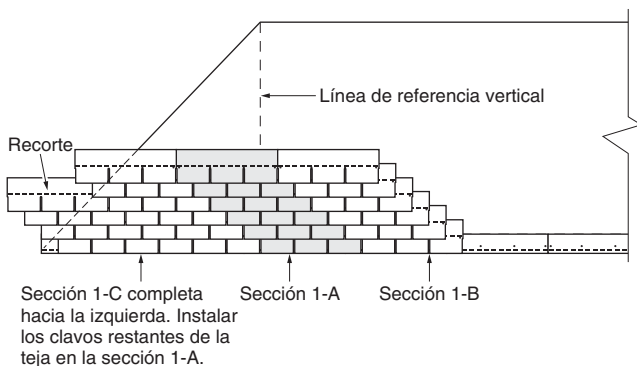

Figura 9-4: Complete el área a la izquierda de la línea de referencia vertical.
- Antes de continuar con la sección del techo, aplique una teja inmediatamente a la derecha de cada teja de la primera sección completa (consulte la Figura 9-4, sección 1B).
3. Antes de comenzar cada sección diagonal, aplique una teja inmediatamente a la derecha de cada teja de todas las hileras que ya se instalaron en el techo (como se muestra en la Figura 9-4, sección 1B).